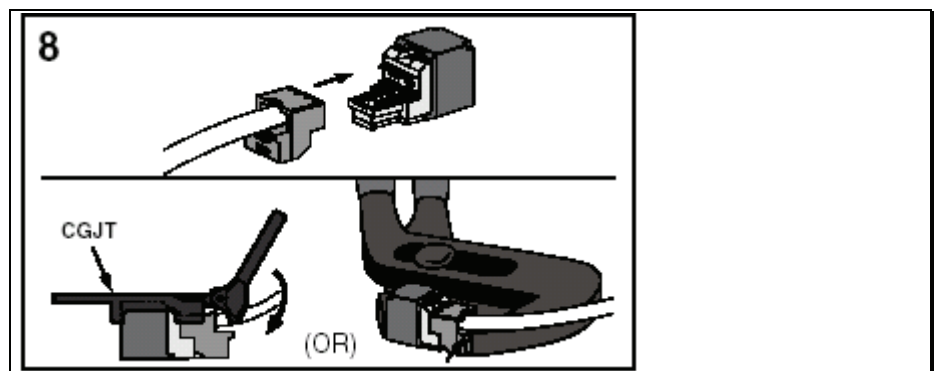

Figura 6
- a. Deslice el frente del Mini-Jack en la caja, y asegúrese de que quede derecho, como se muestra en la imagen superior de la Figura 6.
- b. Use la herramienta del Mini-Jack para presionar las dos piezas hasta que encajen, como se muestra en la imagen inferior de la Figura 6. La terminación del cable está completa. También puede usar unas tenazas corredizas y fijar las mandíbulas a la distancia del jack terminado. Si nota que las tenazas constantemente dañan los módulos, envuelva las mandíbulas con cinta aislante antes de usarla.